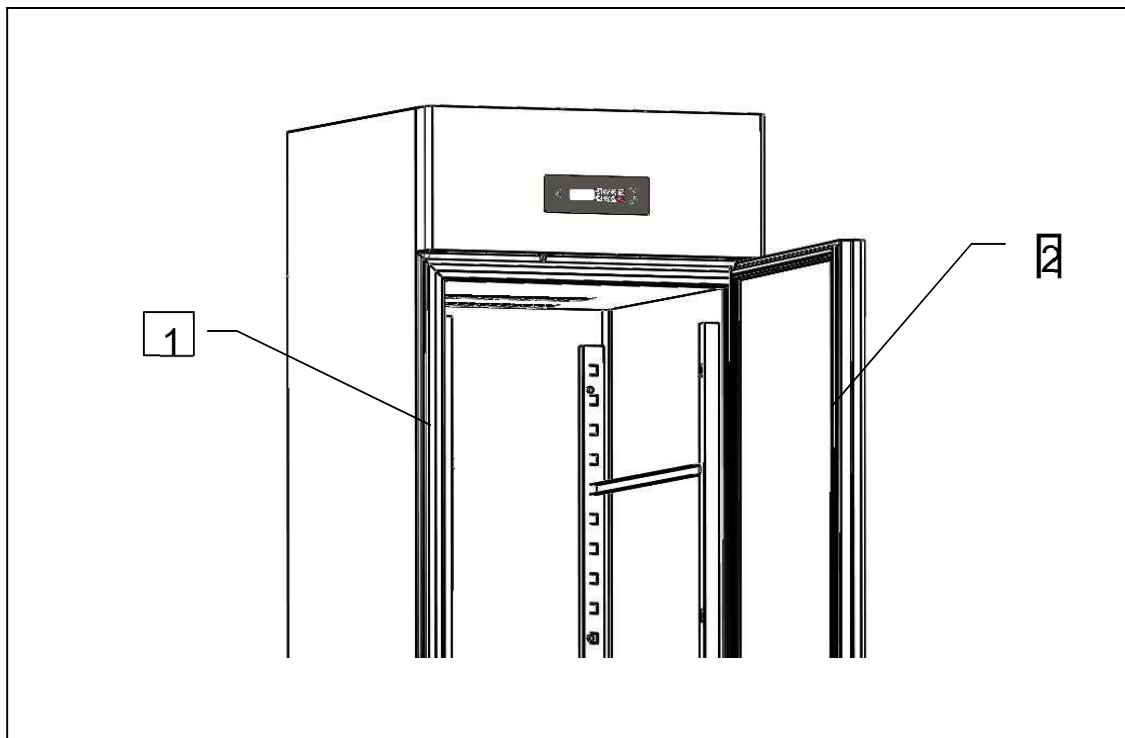

Fig.8
Rengör noggrant inre delen av kammaren, dörrluckan (ref. 1 fig. 8) och packningen (ref. 2 fig. 8) med hjälp av en icke-nötande svamp indränkt i neutralt rengöringsmedel. Skölj efter med svamp och vatten och torka av med en torr trasa.